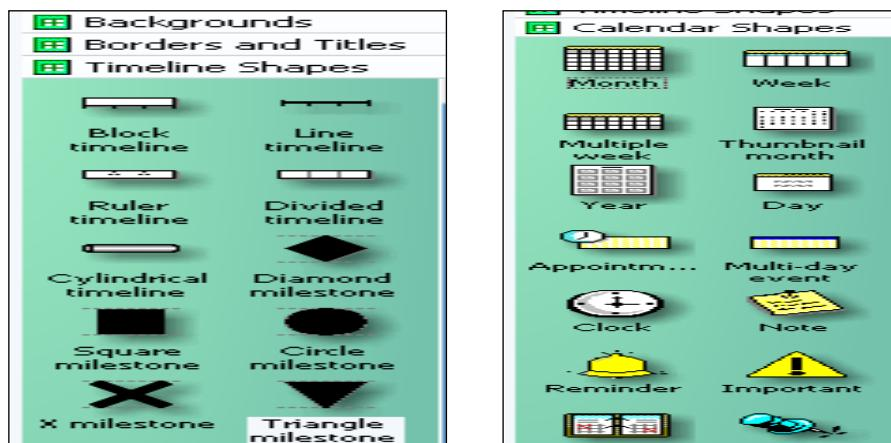

Рис. 86. Добавление групп Timeline Shapes и Calendar Shapes
3) Продолжаем форматирование: добавить стрелку-финиш (*Show Finish Arrowhead*), изменить размер, цвет текста (**Format -Text**) и заливку фигуры (**Format- Fill**). Добавить шейпсы-маркеры из групп Timeline Shapes и Calendar Shapes (рис. 86).